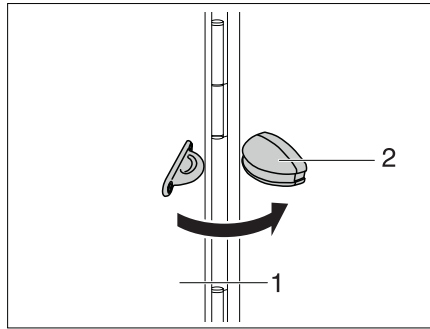

Fig. 54 Dispositif de fixation du portillon extérieur
- Ouvrir le portillon extérieur (Fig. 54,1) et le rabattre contre la paroi du véhicule.
- Presser le portillon extérieur dans le dispositif de fixation (Fig. 54,2).
- Tirer le portillon extérieur (Fig. 54,1) d'une traction puissante hors du dispositif de fixation (Fig. 54,2).